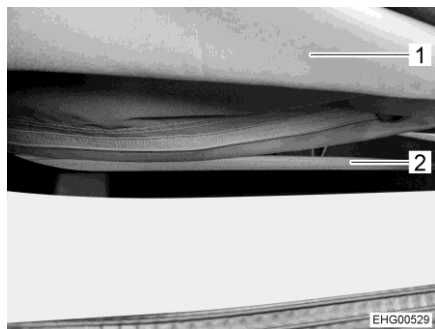

Fig. 33 Cremallera
- Abrir la cremallera (Fig. 33,2) en la parte inferior del fuelle (Fig. 33,1) completamente.